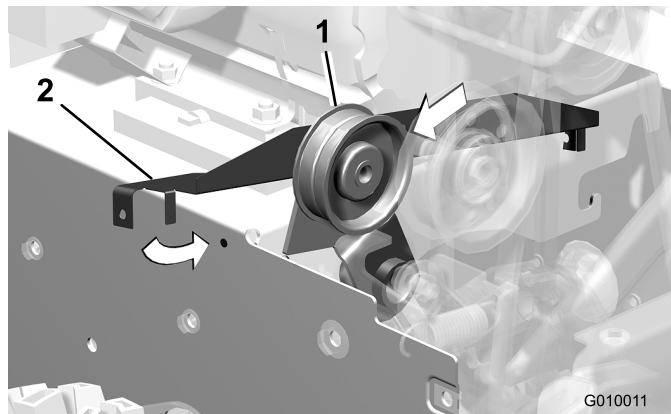

Figure 2
2. Tirez la poulie de tension vers le côté du châssis, et glissez la tôle de protection en place en appuyant contre le bord avant du châssis les languettes de montage situées à l'extérieur du châssis et les languettes d'alignement de la tôle de protection (Figure 2).